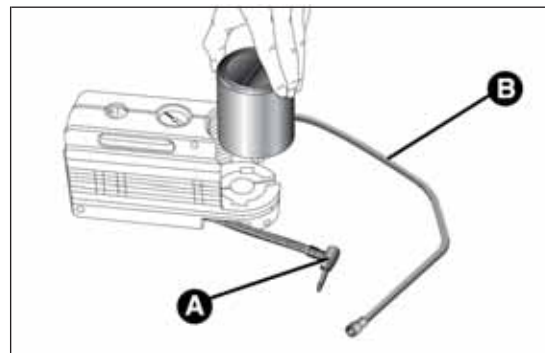

fig. 169
- ☐ disinserire l'innesto A fig. 169;